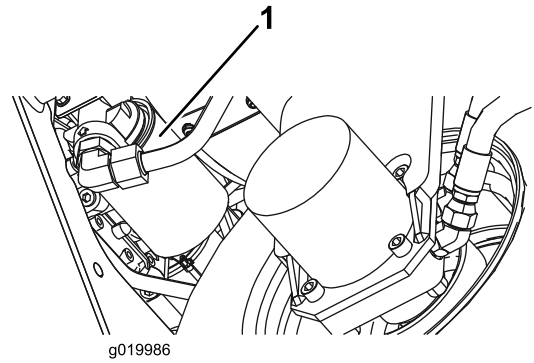

Figure 76
2. Nettoyez la zone autour de la surface de montage du filtre. Placez un bac de vidange sous le filtre (Figure 76) et enlevez le filtre.